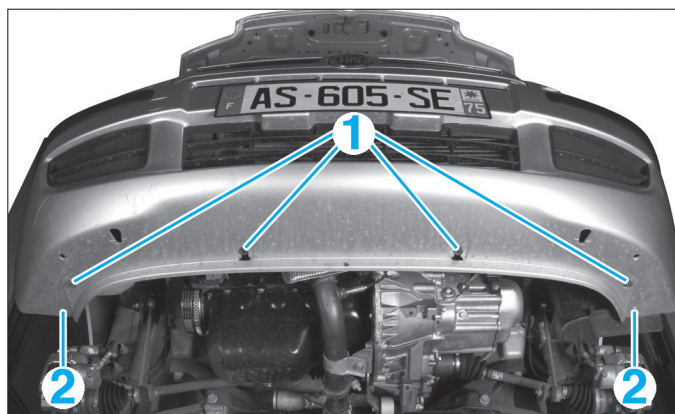

FIG. 92
- Monter le véhicule sur un pont, puis déposer les vis (1) du bouclier et les vis (2) des pare-boues (Fig.92).